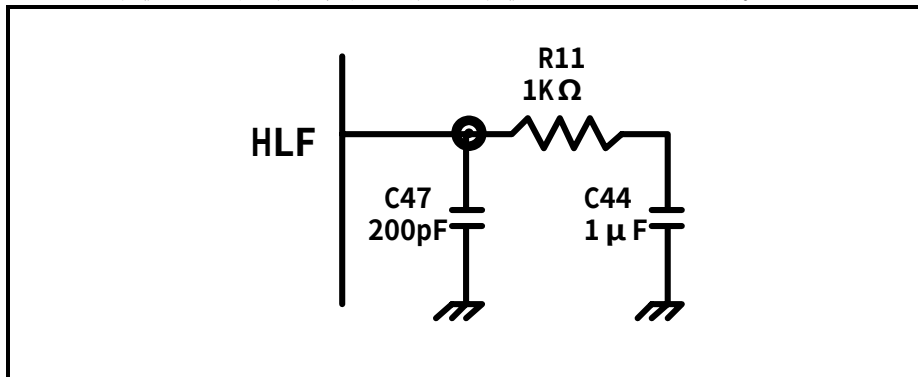

図3.10 HLF 端子信号回路
- (2) HLF 端子に接続される部品番号、部品定数及び接続回路を図 3.10に示す。